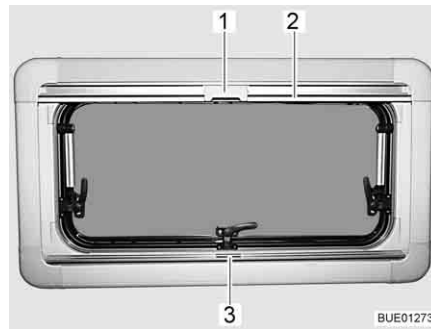

Fig. 62 Fenêtre projetante
- Saisir le dispositif occultant plissé par le centre de la barre-poignée (Fig. 62,3), le tirer du bas vers le haut et le relâcher à la hauteur voulue. Le dispositif occultant plissé reste alors à cette hauteur.
- Tirer la moustiquaire par la barre-poignée (Fig. 62,2) vers le bas jusqu'à ce qu'elle entre en contact avec celle du dispositif occultant plissé (Fig. 62,3).
- Verrouiller le cran (Fig. 62,1) de la moustiquaire avec la barre-poignée du dispositif occultant plissé.
- Presser le cran (Fig. 62,1) en haut de la moustiquaire vers l'arrière.
- Ramener lentement la moustiquaire en arrière au moyen de la barre-poignée (Fig. 62,2).